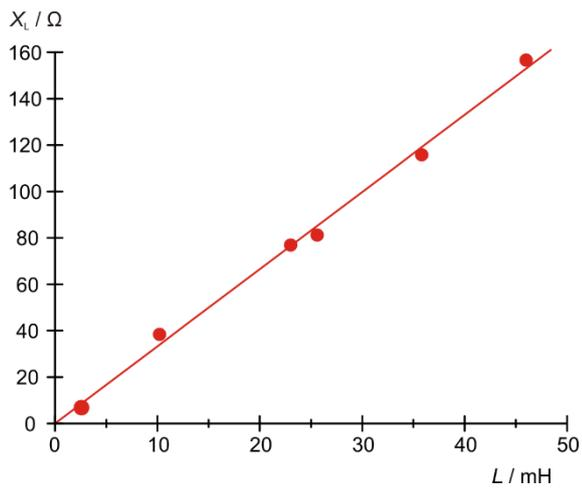
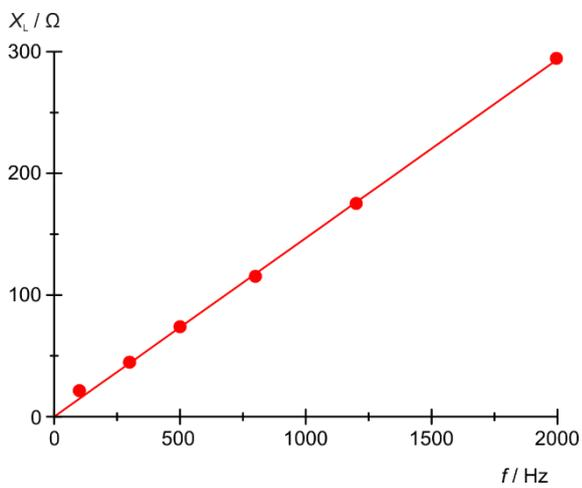

Fig. 4: Reattanza induttiva  $X_L$  come funzione dell'induttanza  $L$ .
Fig. 5: Reattanza induttiva  $X_L$  come funzione della frequenza  $f$ .
- Applicare le resistenze induttive  $X_L$  all'induttanza (Tab. 1, Fig. 4) e alla frequenza (Tab. 2, Fig. 5).